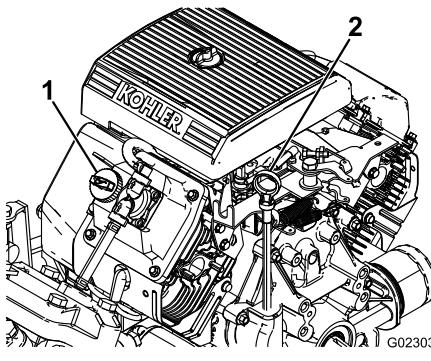

Рисунок 43
2. Выньте масломерный щуп и протрите его чистой ветошью (Рисунок 43). Вставьте масломерный щуп в трубку и убедитесь, что он вставлен до упора. Выньте щуп и проверьте уровень масла.
3. Если уровень масла низкий, снимите крышку заливной горловины с крышки клапана (Рисунок 43) и залейте масло в отверстие до отметки Full (Полный) на щупе. Медленно заливайте масло и во время этого процесса часто проверяйте уровень. Не допускайте переполнения.
8. Медленно залейте примерно 80% указанного количества масла в маслозаливную горловину (Рисунок 43).